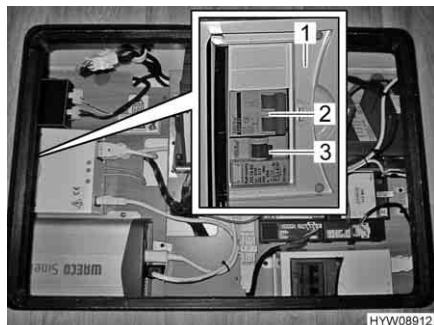

Fig. 125 Scatola dei fusibili supplementare
Le prese sono protette da un interruttore di sicurezza (Fig. 125,2) e da un interruttore di sicurezza per correnti di guasto (Fig. 125,3) in una scatola dei fusibili (Fig. 125,1) aggiuntiva.
- Se il veicolo è collegato all'alimentazione a 230 V, premere il tasto di controllo sull'interruttore di sicurezza per correnti di guasto (Fig. 125,3). L'interruttore di sicurezza per correnti di guasto (FI) deve scattare.